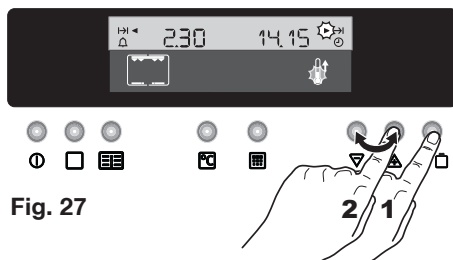

Fig. 27
5. À ce moment là, appuyez sur la touche  (Fig. 27). L'indication du temps s'affiche, le voyant de ► → clignote.
6. Pendant ce temps, appuyez sur les touches  ou  pour sélectionner l'heure de fin du cycle pyrolytique (Fig.27).